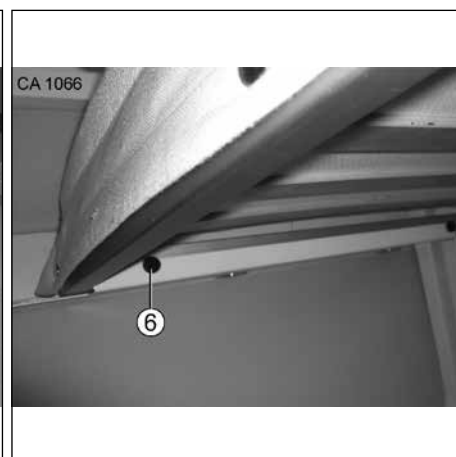

Fig. 29 Ur- och inmontering av den bakre överslafen
3. Lossa låsskruvarna (Fig. 29, pos. 6) under ribbotten på höger och vänster sida.